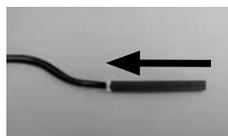

Abb. 8
⑨ Passenden Adapter gemäß der Tabelle 1 (Seite 9) auswählen. Den Stecker durchfädeln und den Adapter auf den Zylinder aufdrücken. Bei Bedarf können Sie auch erst die Montagehilfe aufstecken (Abb. 8) und dann den Stecker durch den Adapter schieben.